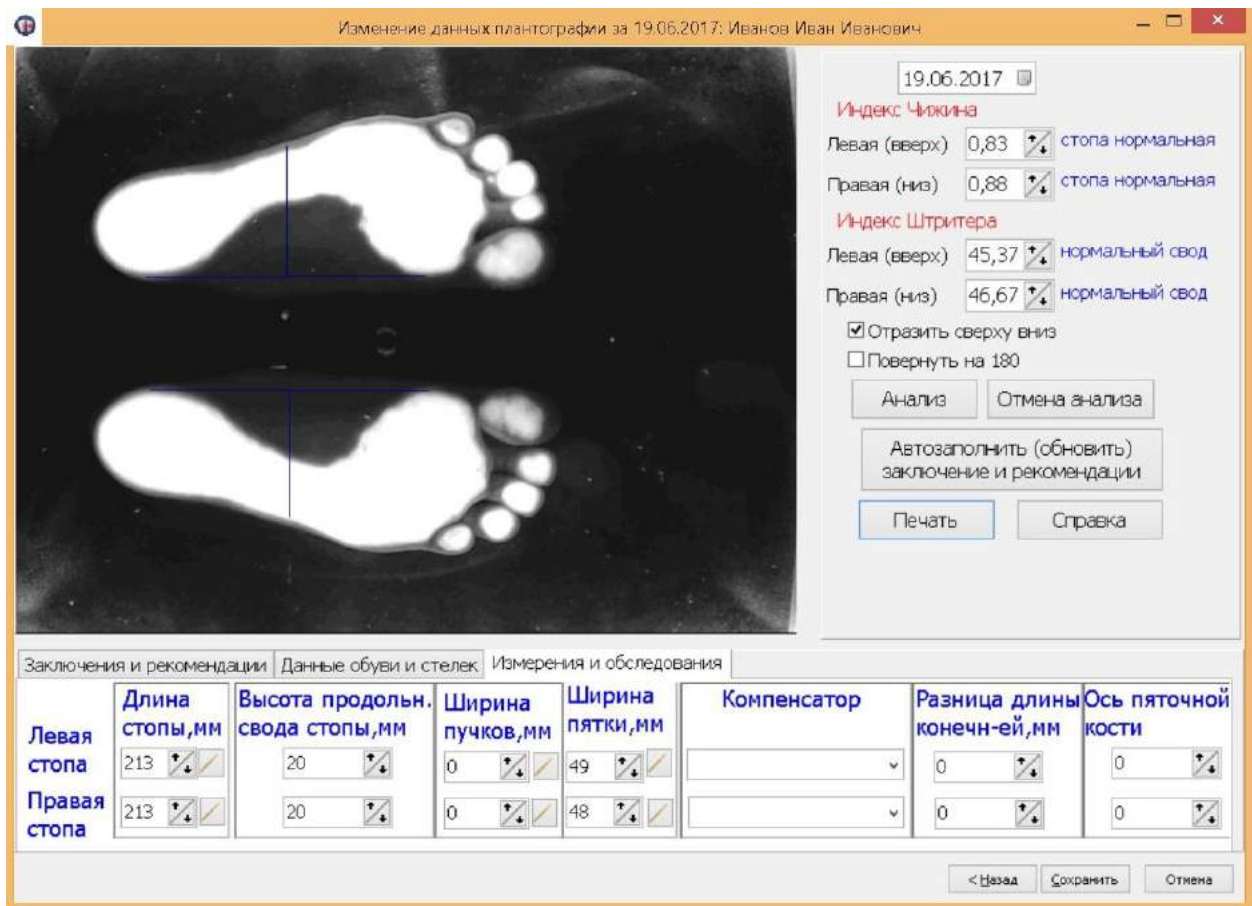

Рисунок 4 – вкладка Измерения и обследования
- Перейдите на вкладку «Измерения и обследования» (см. рисунок 4);